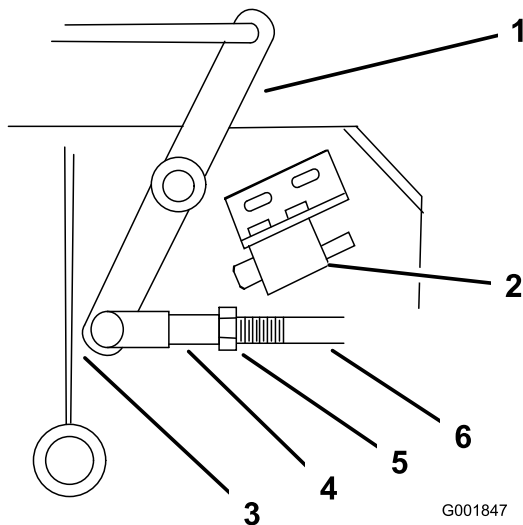

Figura 57
4. Ajuste la longitud del acoplamiento hasta que el extremo inferior de la palanca acodada casi roce el refuerzo del soporte del eje (Figura 57).
9. Afloje la tuerca de la horquilla (Figura 57).